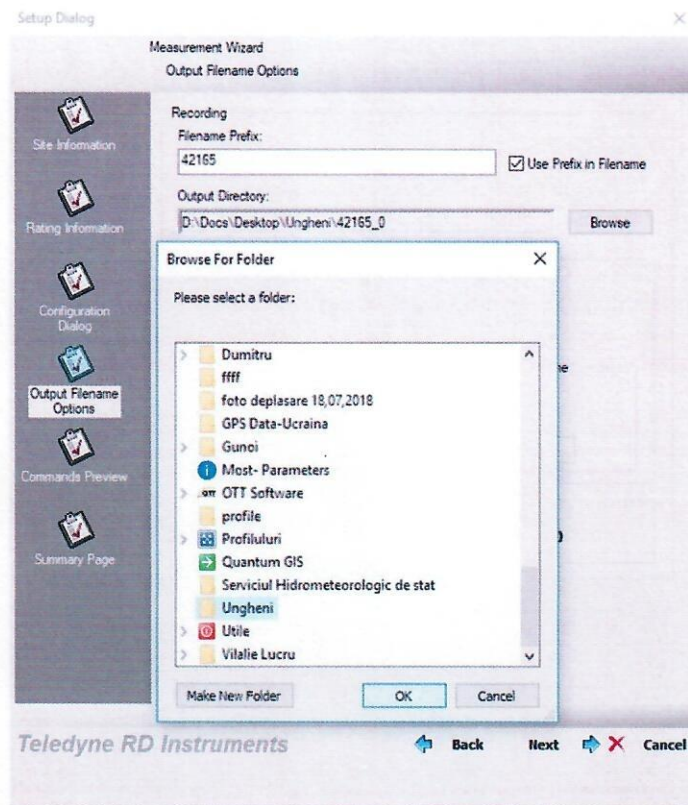
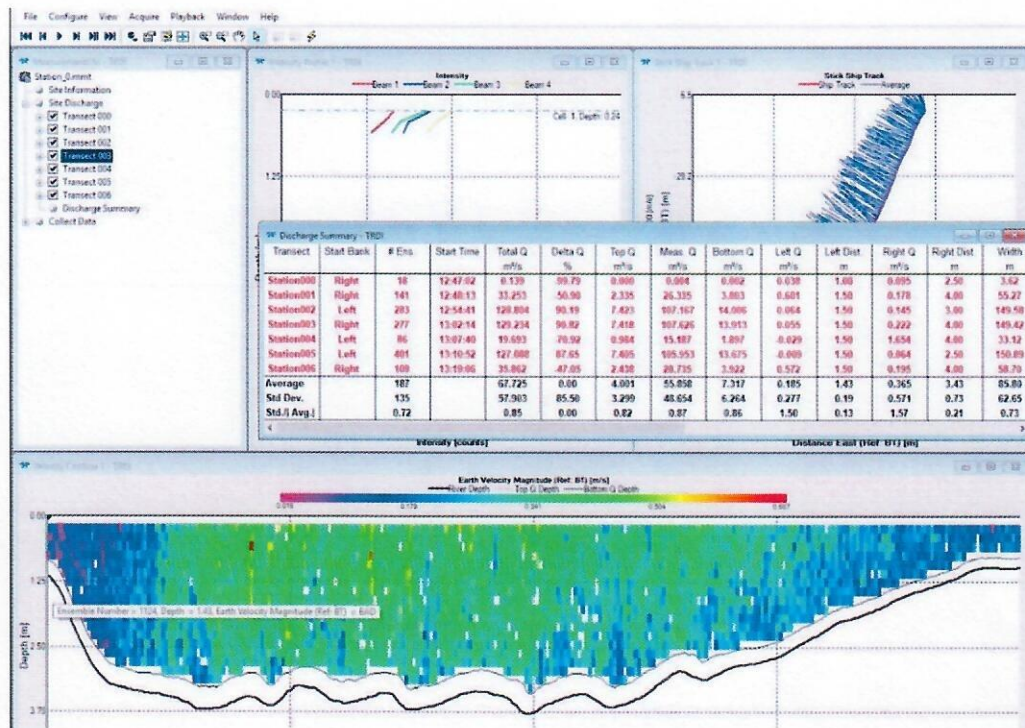

Fig. 12
Fig. 24
- d) În fereastra Output Filename Optional indicăm adresa unde este salvat fișierul privind datele Măsurătorilor de Debit accesând butonul Browse, selectând mapa cu denumirea postului creată în punctul 1, accesând butonul OK apoi butonul Next (fig. 12).
- c) După încărcarea fișierului cu datele Măsurătorilor de Debit tastăm tasta Fig.12 pentru vizualizarea rezultatelor obținute în urma Măsurătorilor de Debit (fig. 24).